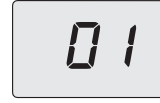

图 4.12
- 进入“编程模式”: 同时按 3-4-5 键 10 秒 (图 3.1) 直到 LCD 显示屏显示字母 Pr, 并交替显示参数值 01, 提示“参数 01”输入项 (图 4.12)。